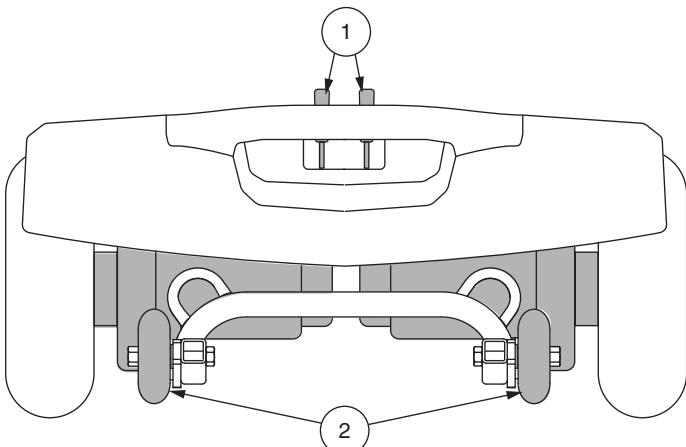

Figura 8. Sezione posteriore - Jazzy ZTS
La miniscooter è dotata di leva di sblocco ruote manuale su ciascun motore. Le leve di sblocco ruote manuale consentono di disattivare il freno del motore per manovrare manualmente la miniscooter. Vedere figura 8.
1. Individuare le leve nella parte posteriore della base elettronica. **Vedere figura 8.**